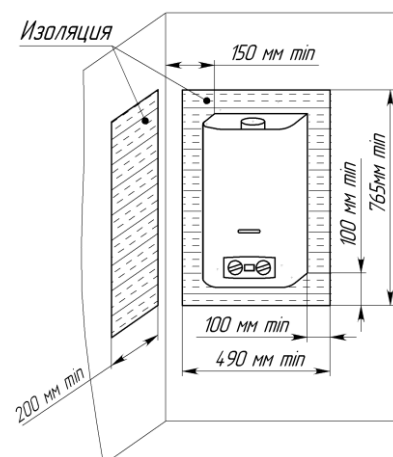

Рисунок 4. Установка аппарата на трудносгораемых стенах
7.1.6. Допускается установка аппарата на трудносгораемых стенах при условии изоляции стены оцинкованным листом толщиной $0,8...1\text{ мм}$ по листу базальтового теплоизоляционного картона БТК толщиной $3...5\text{ мм}$. Изоляция стены должна выступать за габариты корпуса аппарата не менее чем на 100 мм с каждой стороны (рис. 4).